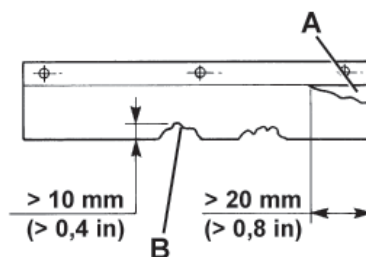

Figure 20
Remplacer les volets en présence de coupures (A, Fig. 20) supérieures à 20 mm ou de rupture / déchirures (B) supérieures à 10 mm (pour le remplacement des volets, se référer au manuel d'entretien).